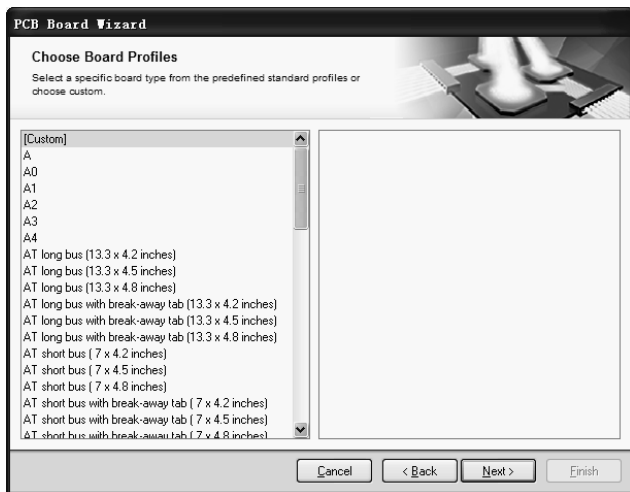

图 6-4-6 指定 PCB 板尺寸类型
(3) 单击【Next】按钮, 出现如图 6-4-6 所示对话框, 选择 PCB 板的尺寸类型。Altium Designer 14 提供了很多种工业制板的规格, 用户可以根据自己的需要进行选择, 也可选择 Custom, 进入自定义 PCB 板的尺寸类型模式, 本例选择 Custom。